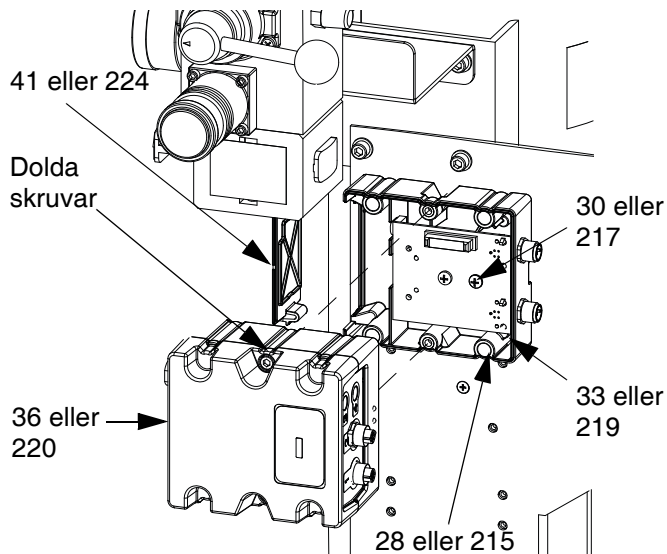

FIG. 55: Ta bort FCM
4. Ta bort skruvarna (28 eller 215) och jordskruven (30 eller 217) från basen (33 eller 219). Se FIG. 55.
7. Ställ in väljarbrytaren på "A" för Tryckmatare A eller "B" för Tryckmatare B. Se FIG. 55.